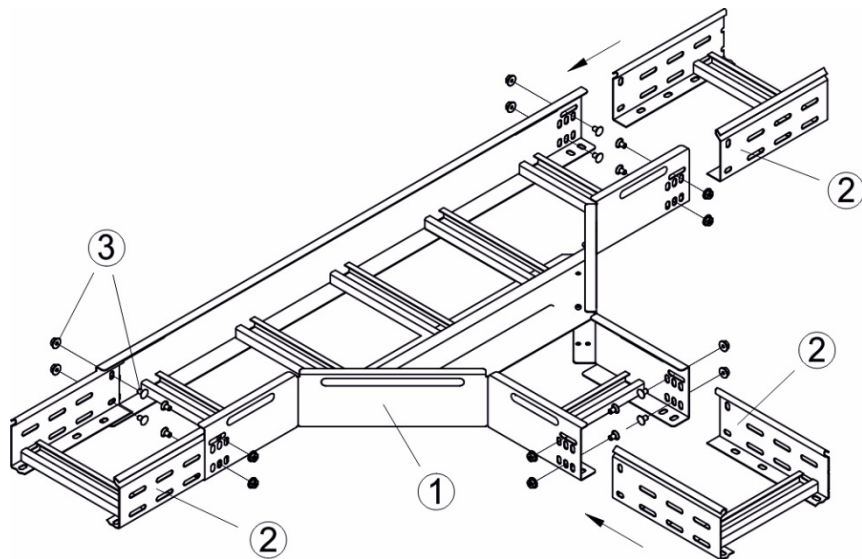

Рисунок 38
7.8.1 Вставить лоток позиция 2 в одно из ответвлений разветвителя лестничного Т-образного позиция 1 (рисунок 38).